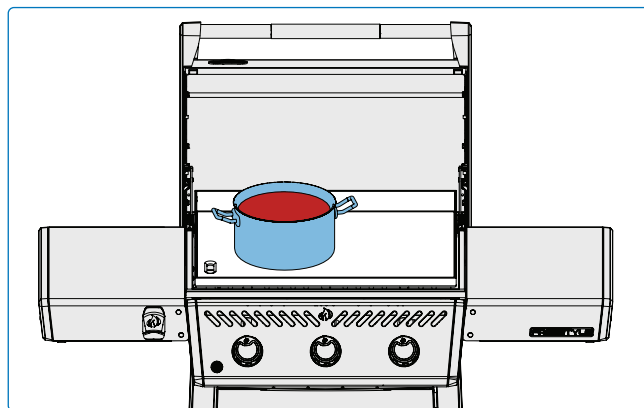

Fig. 10
- Usare la piastra per sciogliere o scaldare le salse. Posizionare pentole o padelle su un lato a fuoco medio-basso. **(Fig. 10).**